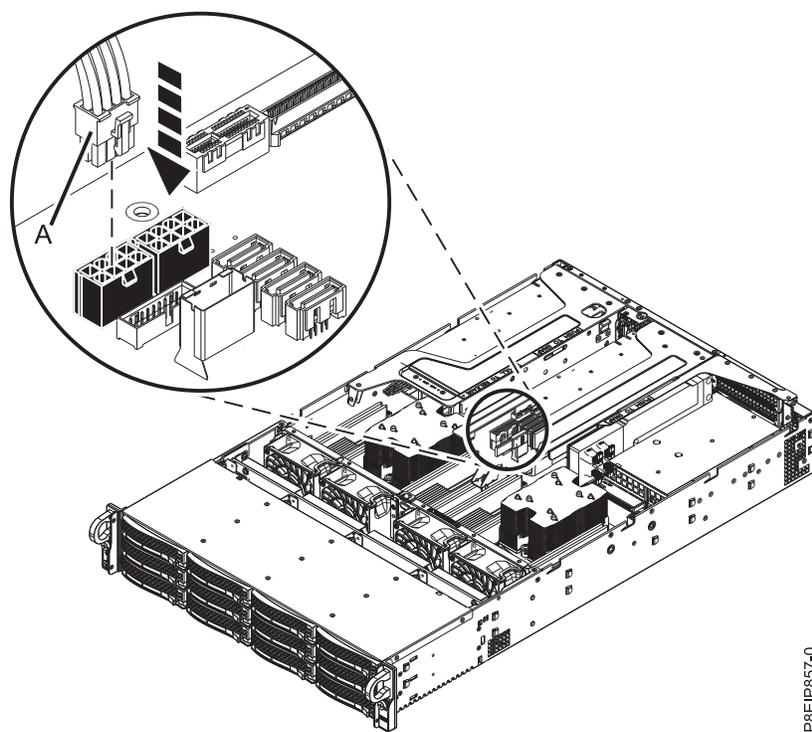

Figura 64. Conexión del cable de alimentación de GPU
- i. Si la posición 5 contiene una GPU, conecte el cable de alimentación de GPU (A) a la placa posterior del sistema, como se muestra en la Figura 64.